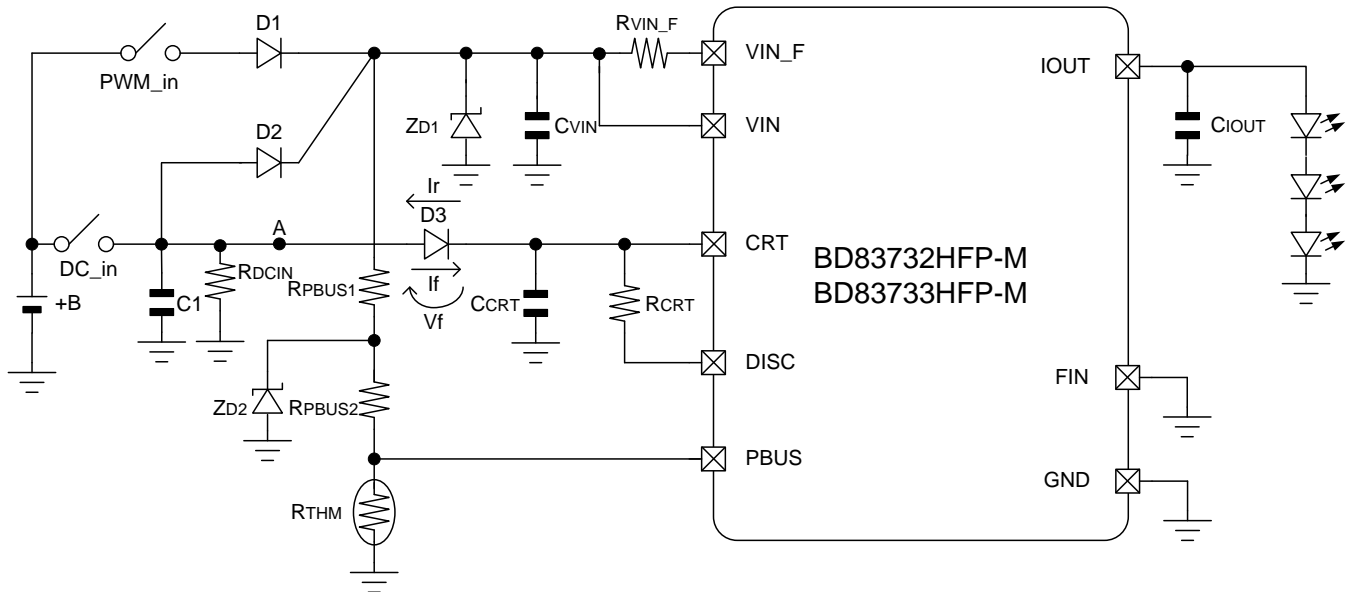

Figure 16. 逆接防止ダイオードによる CRT 立上り/立下り時間のずれのメカニズムについて
- ① PWM 調光動作モード時、Figure.16 の A 点は Hi-Z となっている
- ② D2 と D3 の逆方向電流  $I_r$  が A 点側に流れる